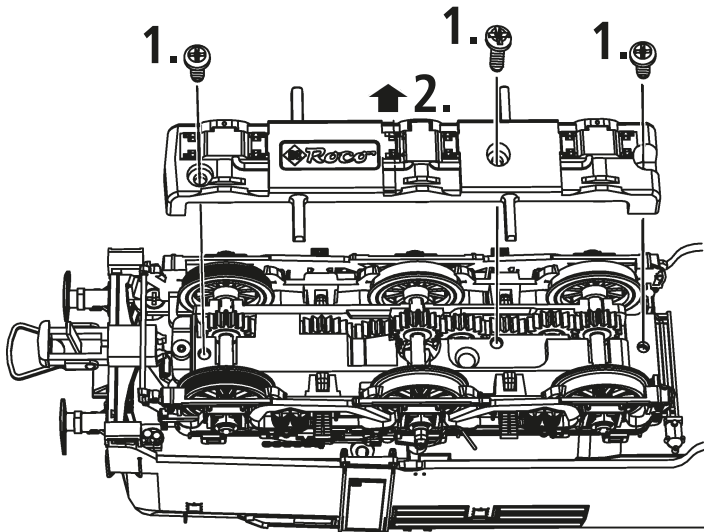

Fig. 4
4. Kohlebürstenwechsel: Lokgehäuse abnehmen (Fig. 4). Danach wird der Motor ausgebaut und die Kohlebürsten ausgewechselt (Fig. 9).
2. Lubrication: Apply **tiny oil drops** to spots marked in fig. 7. Prior to lubrication dismantle locomotive (fig. 4). We recommend using item no. **10906, Roco oiler**. For lubrication the gearparts (e.g. cogwheels, worm) we would recommend our Roco **special grease** (item no. **10905**).
4. Carbon Brush Changing: First remove loco body (fig. 4), and then the motor (fig. 9).
1. Schoonmaken van de wielcontacten: Verwijder de lochuis (fig. 4). en verwijder met een penseel het vuil van de in fig. 6 aangegeven plaatsen.
2. Het smeren: Op de aangegeven punten slechts **een enkel oliedruppeltje** (fig. 7). Daartoe wel eerst het lochuis verwijderen (fig. 4). Wij adviseren Roco-smeerolie art. 10906. Voor het smeren van de aandrijving (tandwielen, wormwielen, etc.) adviseren wij **Roco-smeervet art. 10905**. Let op. Geen olie gebruiken waar smeervet zit.
4. Het vervangen van de koolborstels: Loc-kap verwijderen (fig. 4). Daarna tilt u de motor eruit en kunt u de borstels vervangen (fig. 9).
2. Graissage: N'appliquez **qu'une toute petite goutte** aux endroits indiqués par le plan de graissage (fig. 7) après avoir démonté la caisse de la locomotive (fig. 4). Nous vous recommandons **le graisseur à huile Roco réf. 10906**. Pour graisser les engrenages (roues dentées, vis sans fin) nous vous conseillons la **graisse spéciale Roco réf. 10905** pour engrenages en matières synthétiques. Lorsque vous utilisez cette graisse il faut éviter d'huiler ces composants.
4. Remplacement des balais du moteur: Démontez la caisse (voir fig. 4). Démontez ensuite le moteur et échangez le balais (fig. 9).